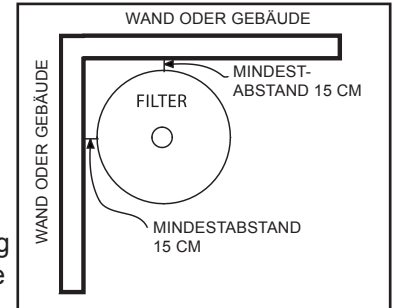

Abbildung 1.
- Sorgen Sie für ausreichend Abstand um den Behälter, damit per Sichtprüfung bestätigt werden kann, dass die Klemme ordnungsgemäß installiert ist, siehe Abbildung 1.